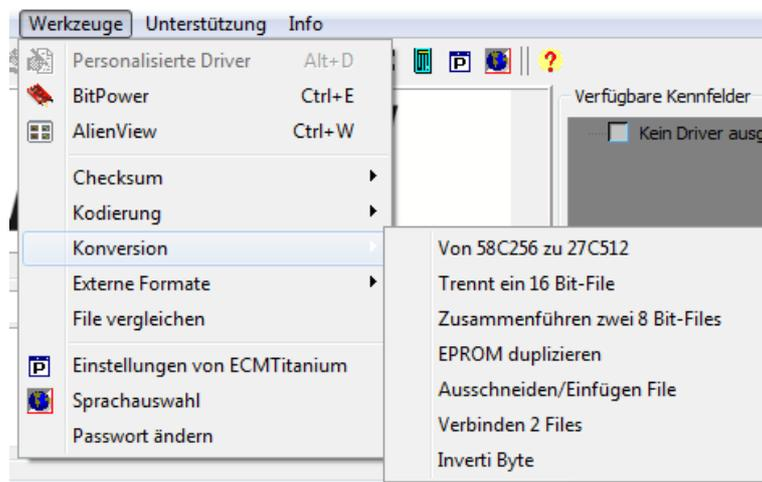

Abbildung 36: Liste der verfügbaren **Konversionen**.
1. Wählen Sie im Hauptfenster des Programms das Menü *Werkzeuge* und anschließend *Konversionen* (Abbildung 36).